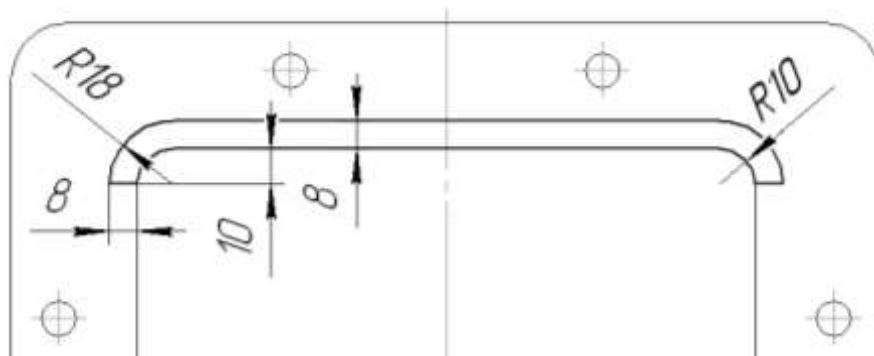

Рисунок 6.2 – Ескіз профілю передньої стінки редуктора
4. Перейдемо до створення стінок корпусу. Почнемо з передньої стінки. Виділіть нижню плоску грань фланців і викличте команду *Ескіз*. Прив'язуючись до вже існуючої геометрії 3D-моделі, побудуйте ескіз, показаний на рис. 6.2. Товщина стінки корпусу дорівнює 8 мм. Закінчіть побудову ескіза, відтиснувши кнопку *Ескіз* на панелі *Поточний стан*.
7. Аналогічно створіть і задню стінку корпусу редуктора. Ескіз кінематичної операції матиме ту ж форму, що і на рис. 6.2, тільки розміститься на лівій стороні фланця (у режимі редагування ескіза - в нижній частині ескіза).